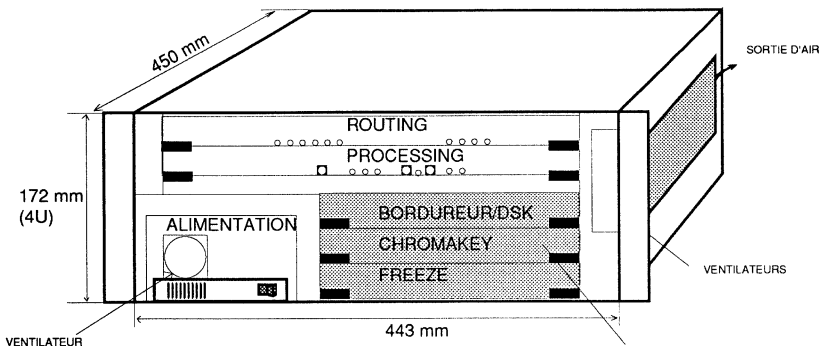

Fig. 12: Disposition des cartes OPTIONS
- Insérer la carte à l'emplacement prévu dans le caisson (voir fig12 ci-dessous)